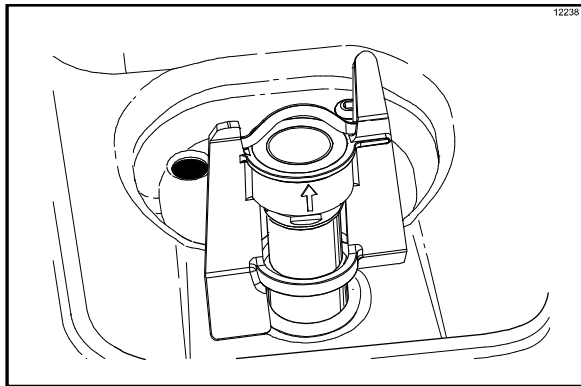

Figura 52
**Importante:** Encha o reservatório com mix até a indicação de nível na pá do agitador. (Veja a Figura 52.)